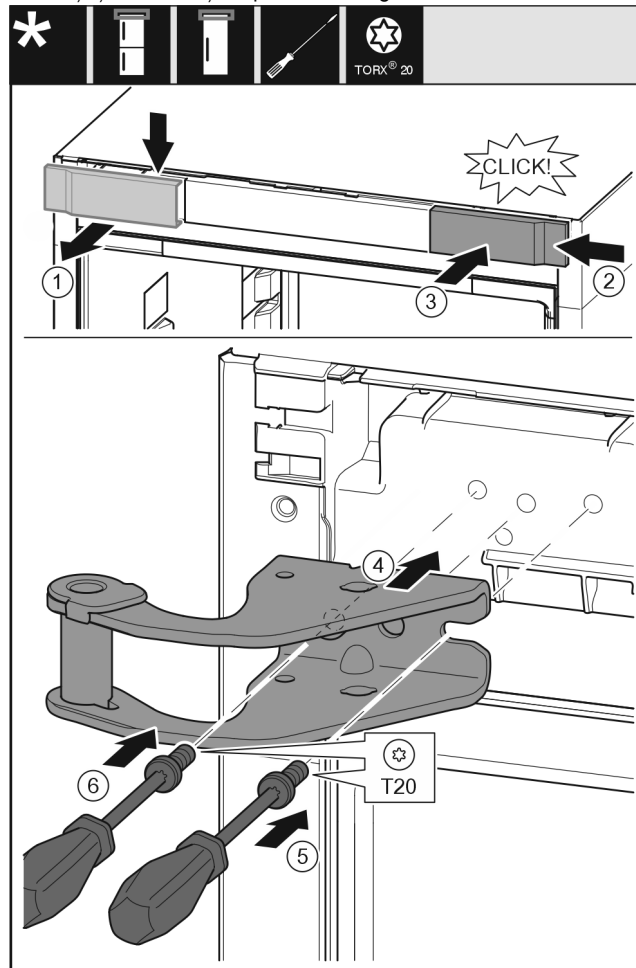

Fig. 11
- ▶ Detașați capacul Fig. 11 (1) de sus spre înainte.
- ▶ Acroșați pe cealaltă parte din dreapta capacul Fig. 11 (2) rotit cu 180°.
- ▶ Fixați capacul Fig. 11 (3) în poziție.
- ▶ Aplicați suportul de lagăr superior Fig. 11 (4).
- ▶ Așezați și înșurubați ferm șurubul Fig. 11 (5) cu șurubelnița.
- ▶ Așezați și înșurubați ferm șurubul Fig. 11 (6) cu șurubelnița.